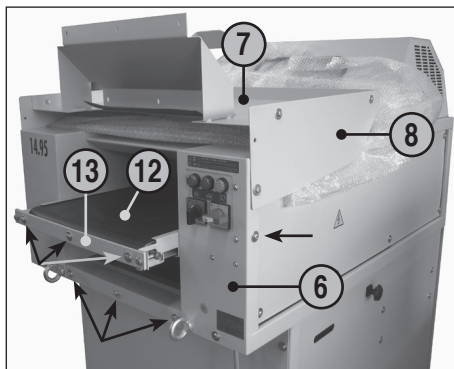

fig. 1
- 6 = Boîtier (figures 1, 2, 4)
- 7 = Table (figures 1, 2, 4, 5, 6)
- 8 = Plaque de protection (figures 1, 2, 4)
- 12 = Bande de transport (figures 1, 2)
- 13 = Support pour bande de transport (figure 1)
POSITIONNEMENT DE LA TABLE (7) (figures 1, 2 et 3)
1. Dévisser respectivement les 3 vis et les rondelles sur la paroi avant du boîtier (6) et sur la face frontale du support pour bande de transport (13) ainsi que respectivement une vis sous la plaque de protection (8) des deux côtés (voir marquages de flèches figure 1).